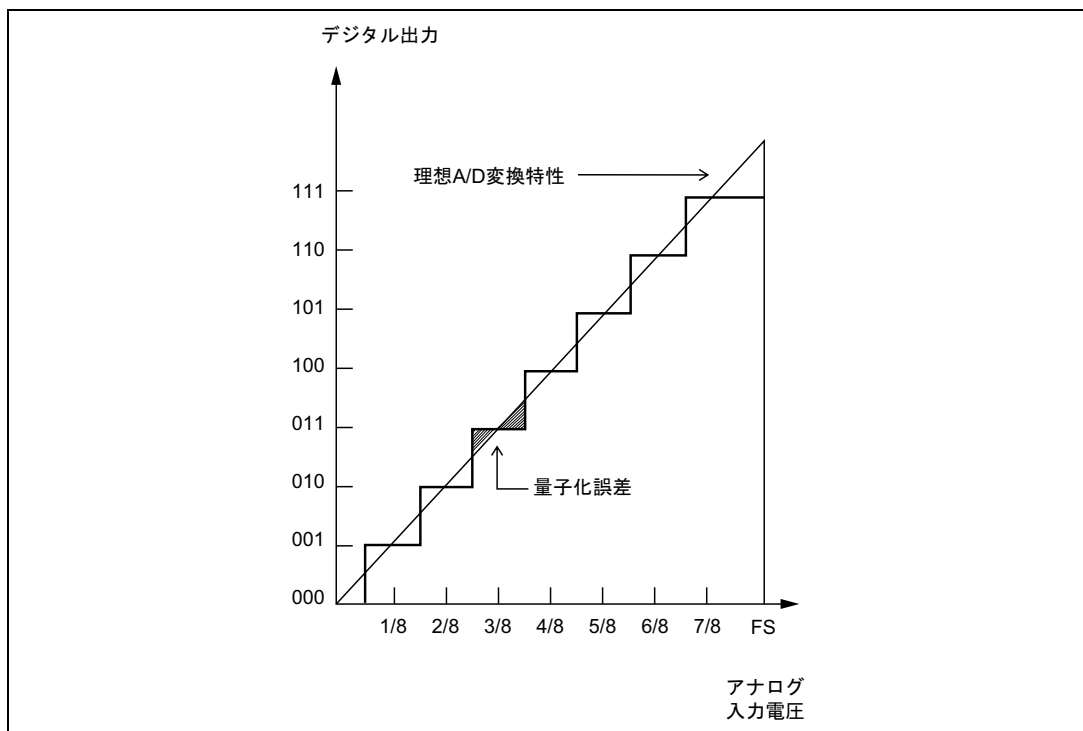

図 15.9 A/D 変換精度の定義 (1)
- 量子化誤差……………A/D 変換器が本質的に有する偏差であり、1/2LSB で与えられる (図 15.9)。